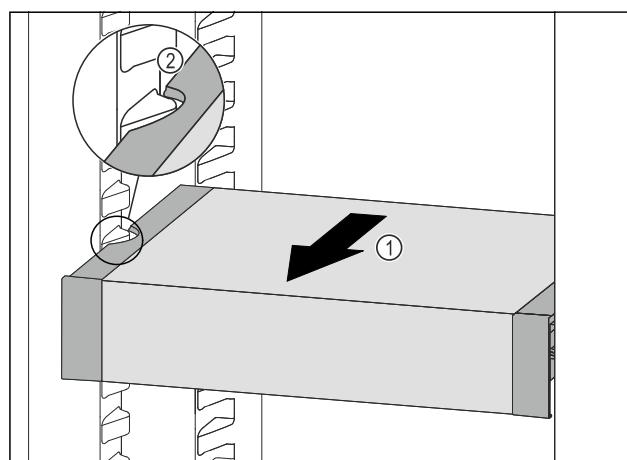

Fig. 78
- Táhněte VarioSafe dopředu Fig. 78 (1), dokud nebudou boční vybrány VarioSafe na úrovni žebrování na nádoby v chladničce. Fig. 78 (2)